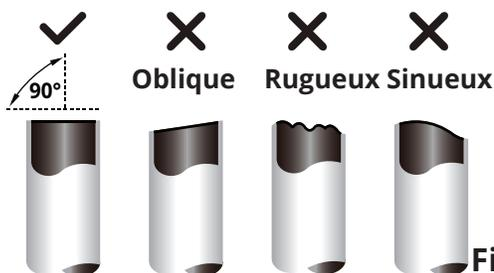

Figure 6.3
3. Assurez-vous que le tuyau est coupé à un angle parfait de 90°. Veuillez-vous référer à la **figure 6.3** ci-dessous pour des exemples de coupe.